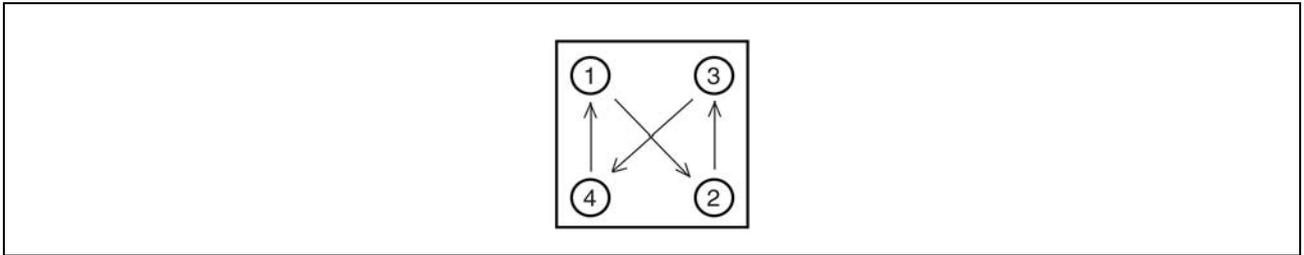

图 2.4 拧紧螺钉的顺序
- 使用随附的螺钉将电缆接头锁到插座上。按照图 2.4 中显示的顺序逐渐拧紧螺钉，直到螺钉锁紧为止。